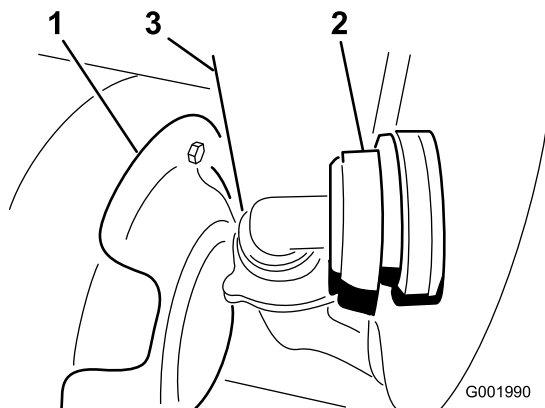

Figura 57
3. Desconecte la manguera situada en la cara delantera inferior del depósito (Figura 57).
Nota: Es posible que usted tenga que empujar hacia atrás el protector térmico (Figura 57) mientras retira la cubierta.
- Conecte la manguera a la parte delantera del depósito (Figura 57).